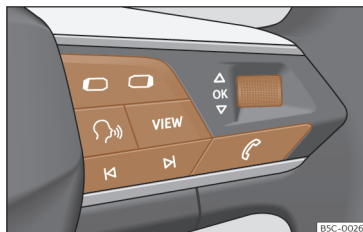

Fig. 8 Lado derecho del volante multifunción: teclas para utilizar los menús y las indicaciones informativas del cuadro de instrumentos (según versiones).
Mientras haya una advertencia con prioridad 1 >>> pág. 20, no se podrá acceder a ningún menú. Algunas advertencias se pueden confirmar y ocultar con la tecla **OK** del volante multifunción >>> **fig. 8**.
- Si se muestra un mensaje o el pictograma de un vehículo, pulse la tecla **OK** >>> **fig. 8**; si es necesario, varias veces.